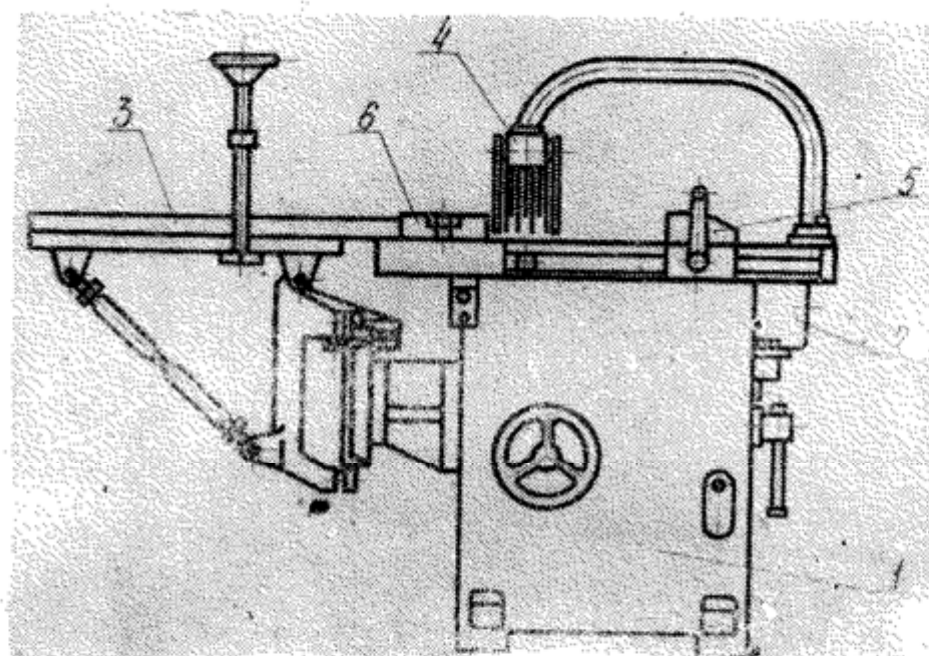

Рис. 2. Расположение составных частей
1.2.1. Общий вид с обозначением составных частей станка (рис. 2).